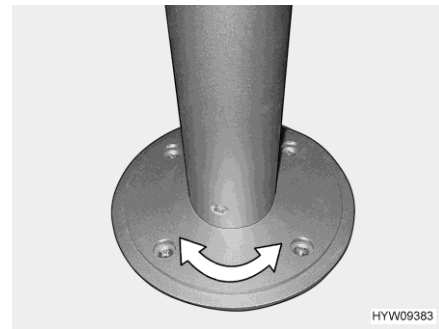

Bild 91 Pelar-bordsben (vridbart)
- Vrid bordsskivan till önskad position. Detta kräver en viss kraftansträngning eftersom bordsskivan vrids mot friktionsmotståndet på pelar-bordsbenet (Bild 91).